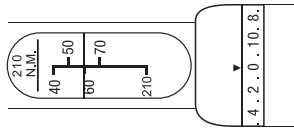

Abb. 1
1. Stellen Sie die Hauptskala auf den Wert mit dem Querstrich „60“ und die Feineinstellung auf „0“. Der Drehmomentschlüssel ist jetzt auf 60 Nm eingestellt (Abb. 1).